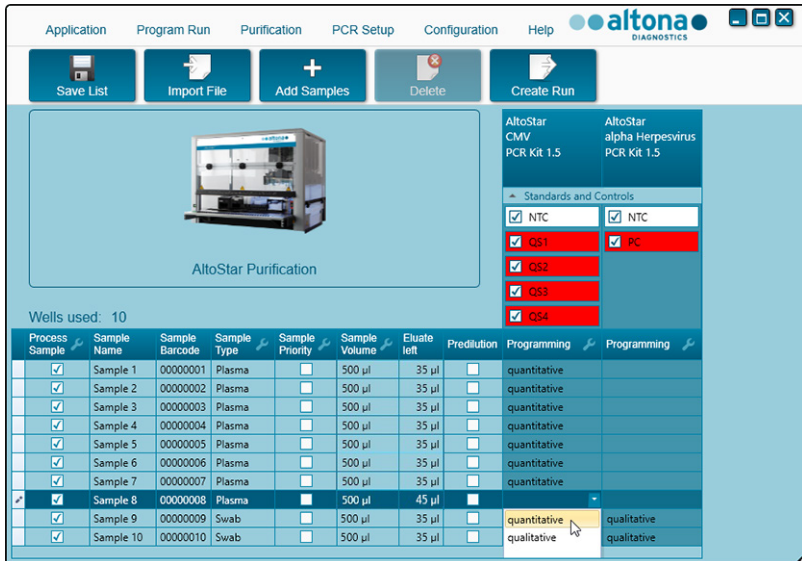

Figure 9: Écran Programming (Programmation) : Affectation d'essais PCR
11. En cas d'utilisation d'un run de configuration PCR automatisé, affecter le ou les dosages à des échantillons spécifiques en cliquant sur la cellule située dans la ligne de l'échantillon concerné et dans la colonne du dosage respectif (voir la figure 9). Pour plus de détails, se reporter aux modes d'emploi correspondants des kits et réactifs altona Diagnostics indiqués pour une utilisation avec le kit AltoStar® Purification Kit 1.5.
- Au-dessus du tableau des échantillons dans l'écran Programming (Programmation) (voir la figure 9), **Wells used** (Puits utilisés) est affiché, indiquant le nombre de puits de la Processing Plate (plaque de traitement) qui sont nécessaires pour le traitement des échantillons actuellement cochés dans la colonne **Process Sample** (Traiter l'échantillon).